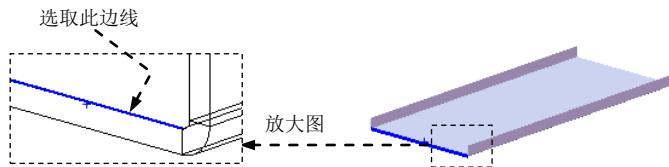

图 17.9.15 定义特征的边线
(2) 定义特征的边线。选取图 17.9.15 所示的模型边线为生成的边线法兰的边线。
(3) 定义法兰参数。在 **角度(G)** 区域的 文本框中输入角度值 90.0。在“边线法兰”对话框 **法兰长度(L)** 区域的下拉列表中选择 **给定深度** 选项，输入深度值 15.0。在此区域中单击“内部虚拟交点”按钮 。在 **法兰位置(N)** 区域中单击“折弯在外”按钮 。
(4) 单击 按钮，完成边线法兰 3 的初步创建。